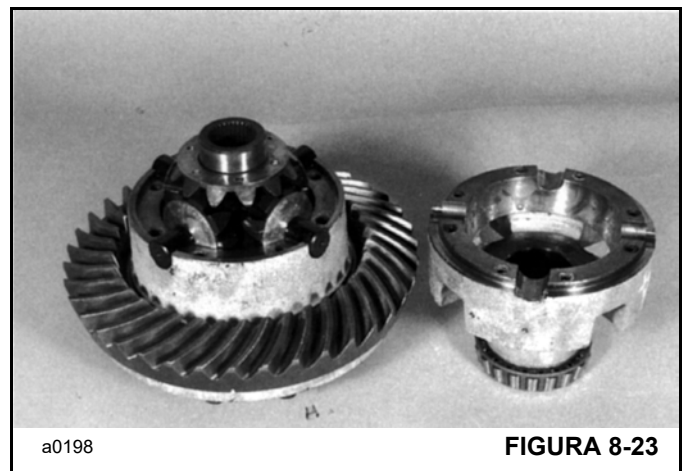

FIGURA 8-23
b. Eleve la mitad superior de la caja (Figura 8-23).